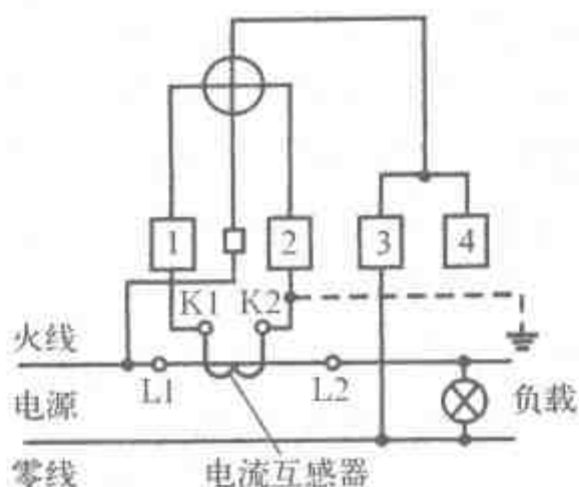

图 3-9 使用电流互感器的电度表的接线
(8) 如果负载电流超过电度表电流线圈的额定值，则应通过电流互感器接入电度表，使电流互感器的初级与负载串联，次级与电度表电流线圈串联，如图3-9所示。